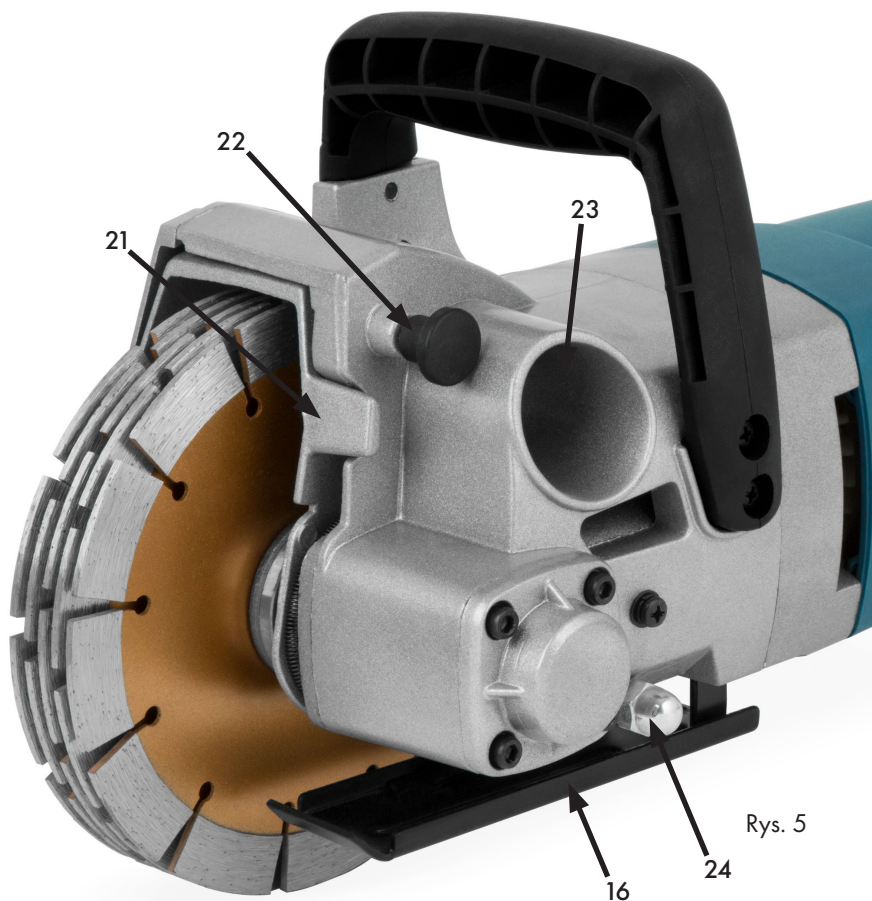

Rys. 4
Rysunek 4 przedstawia dolną głowicę tnącą wraz z przyłączem wody.
**Legenda Rysunek 4**